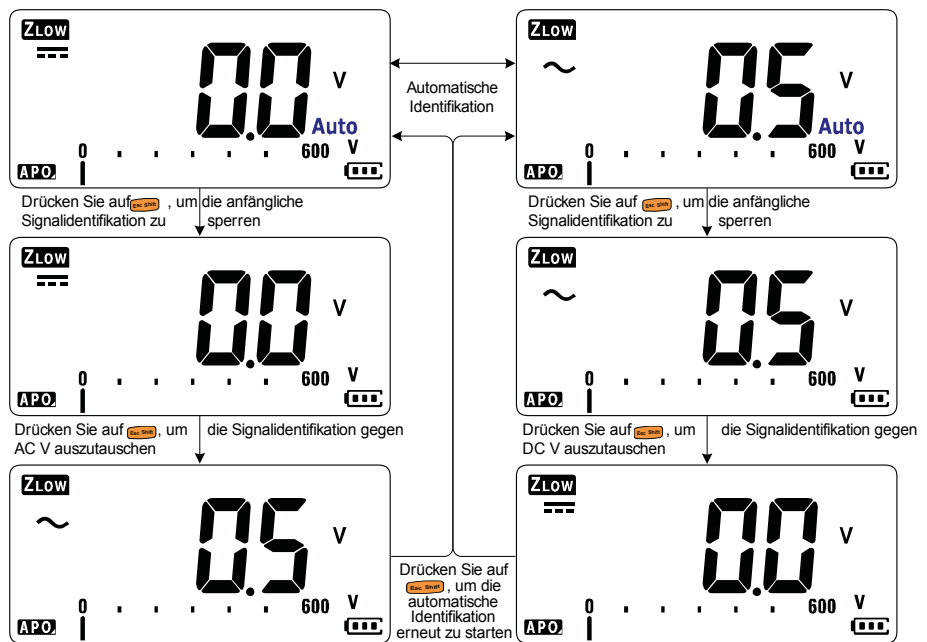

Abbildung 2-7 Ablauf der automatischen Erkennung von VZ_{LOW}
- Drücken Sie einmal auf **Esc Shift**, um die anfängliche Signalerkennung ($AC\ V$ oder $DC\ V$) zu sperren. Drücken Sie erneut auf **Esc Shift**, um die AC - und DC -Spannungsanzeige auf der primären Anzeige zu wechseln. Wenn Sie zum dritten Mal auf **Esc Shift** drücken, wird die automatische Erkennung des Signals neugestartet. Weitere Informationen finden Sie unter Abbildung 2-7.